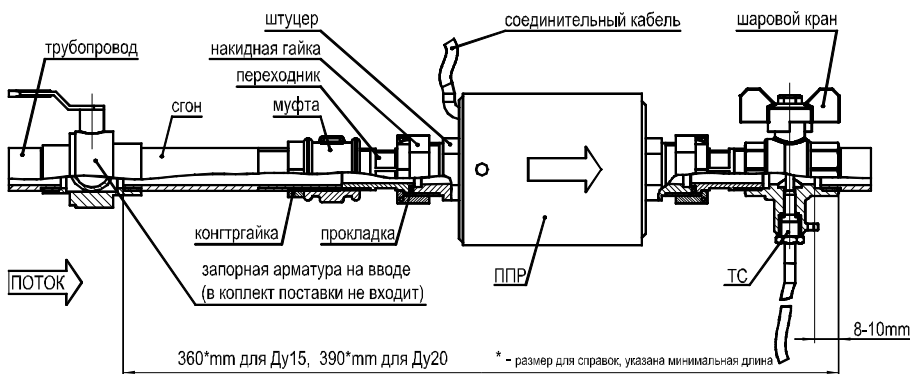

рис. 5.4
- в выбранном месте установки первичного преобразователя необходимо вырезать участок трубопровода с учётом габаритной длины ППР, переходников, шарового крана и сгона (см. рис. 5.4).
- установить в гильзы ТС (см. рис. 5.4).